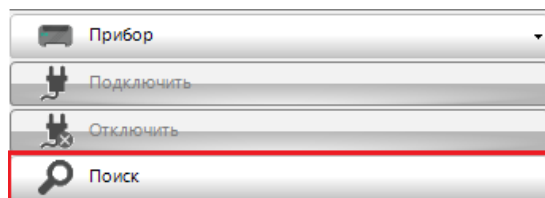

Рис. 19
- 1 Нажать кнопку «Поиск» (рис. 19).